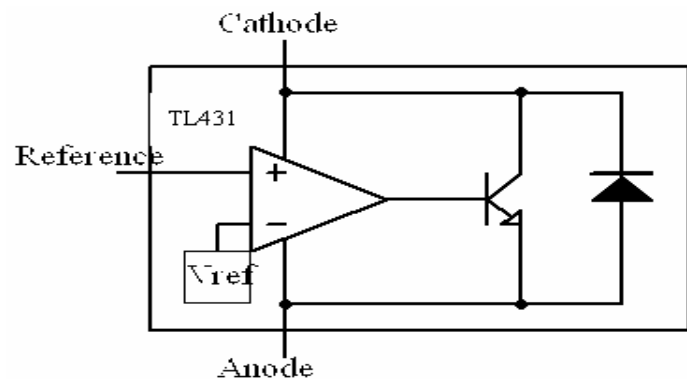

图5.10 TL431原理图
- 其中的IC905为TL431芯片。其内部原理图如图5-10所示。其内部有一个电压比较器，该电压比较器的反相输入端接内部基准电压，该基准电压提供一个基准的比较电压，该电压为 $2.495\text{V} \pm 2\%$ 。该比较器的同相输入端接外部控制电压，比较器的输出用于驱动一个NPN的晶体管，使晶体管导通，电流就可以从Cathode端流向Anode。